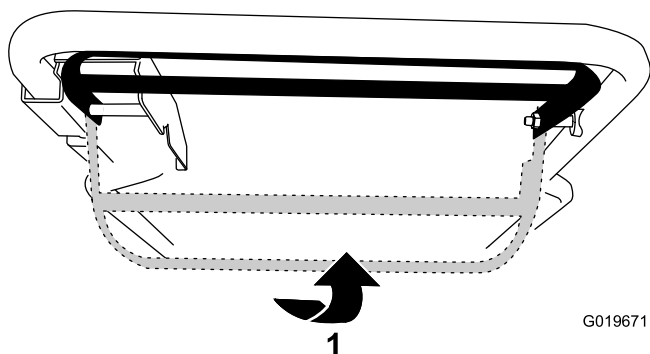

Figura 16
- **Utilizar a transmissão autopropulsora sem engatar a lâmina:** Erga a barra de controlo da lâmina em direção à pega (Figura 16).